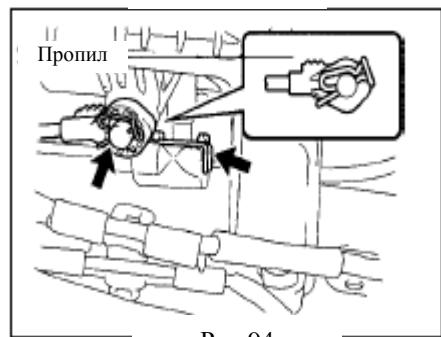

Рис.94
- (2) Подсоедините концевые разъемы кабелей к рычагу переключения передач на полу, затем установите шплинты. (рис.94)
- (3) Подсоедините концевые разъемы кабелей переключения передач к рычагу переключения передач на полу.